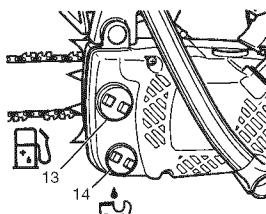

Fig. 8
ATENCIÓN! (Fig. 8)
Aceite para la cadena (Fig. 8)
Al cargar el combustible (13) o el aceite para la cadena (14) en el tanque, deberá colocarse la unidad con la tapa hacia arriba. (Fig. 8)